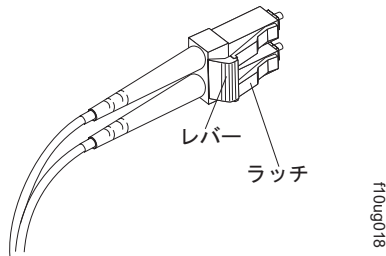

図 28. LC-LC ファイバー・チャネル・ケーブルのレバーおよびラッチ
1. 64 ページの図 28 に示すように、SFP モジュールまたはホスト・バス・アダプターに接続した LC-LC ケーブルの端のレバーを押し下げたまま、ラッチを解放します。